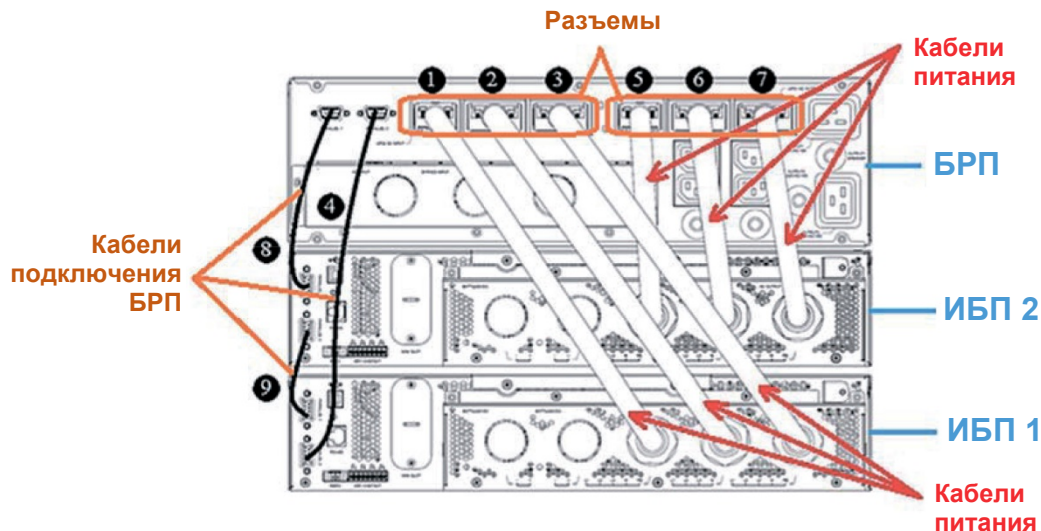

Рисунок 7-19. Подключение ИБП к БРП
Подключите три кабеля питания ИБП 1 к разъемам (1), (2) и разъему БРП (5); затем подключите три кабеля питания ИБП 2 к разъемам (5), (6) и разъему БРП (7). См. **Рисунок 7-19**.
Рекомендуется использовать последовательный способ*1 параллельного подключения кабелей БРП. См. **Рисунок 7-19**.